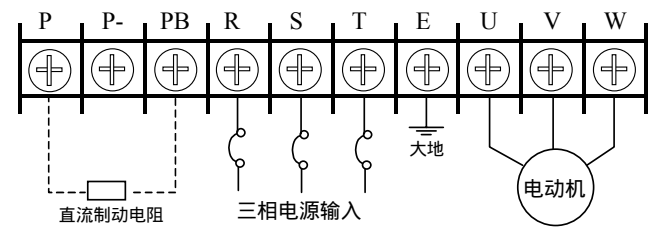
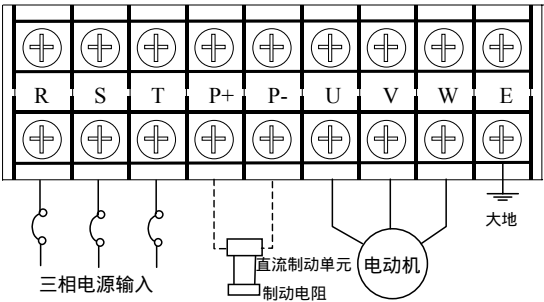

图 2-22 主回路端子台配线图 1
图 2-28 主回路端子台配线图 7
2.10.1 主回路端子台配线图如图 2-22 至图 2-28 所示。
类主回路端子图如图 2-22 所示。
VII 类主回路端子图如图 2-28 所示。